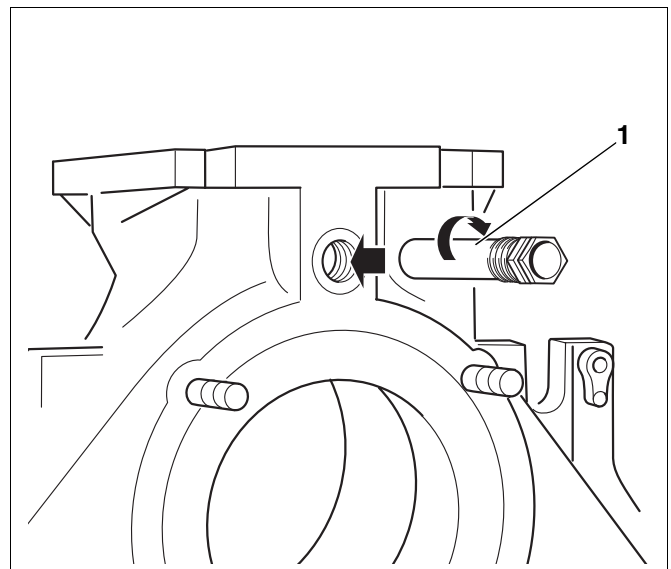

Abb. 25 Tauchhülse montieren
- Tauchhülse R $\frac{3}{4}$ von der Kesselrückseite (Länge: 110 mm) in die R $\frac{3}{4}$ Gewindebohrung des Vorlaufanschlusses eindichten (Abb. 25, **Pos. 1**).